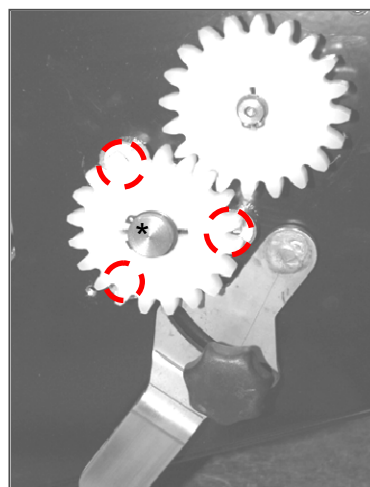

рис. 1: вытащите шплинт и
- Выкрутите три винта. (см.рис. 1 выделены красным цветом.)